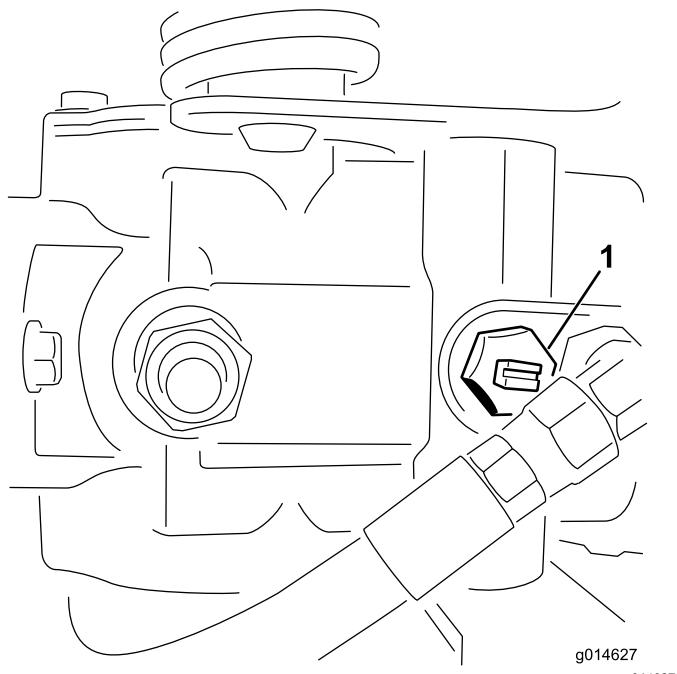

图41
1. 找到并旋转泵上的旁通阀、使槽处于垂直位置 (图 41)。
2. 启动发动机之前、旋转旁通阀、使槽处于水平位置、这样就可以关闭旁通阀 图41。旁通阀打开时切勿启动发动机。